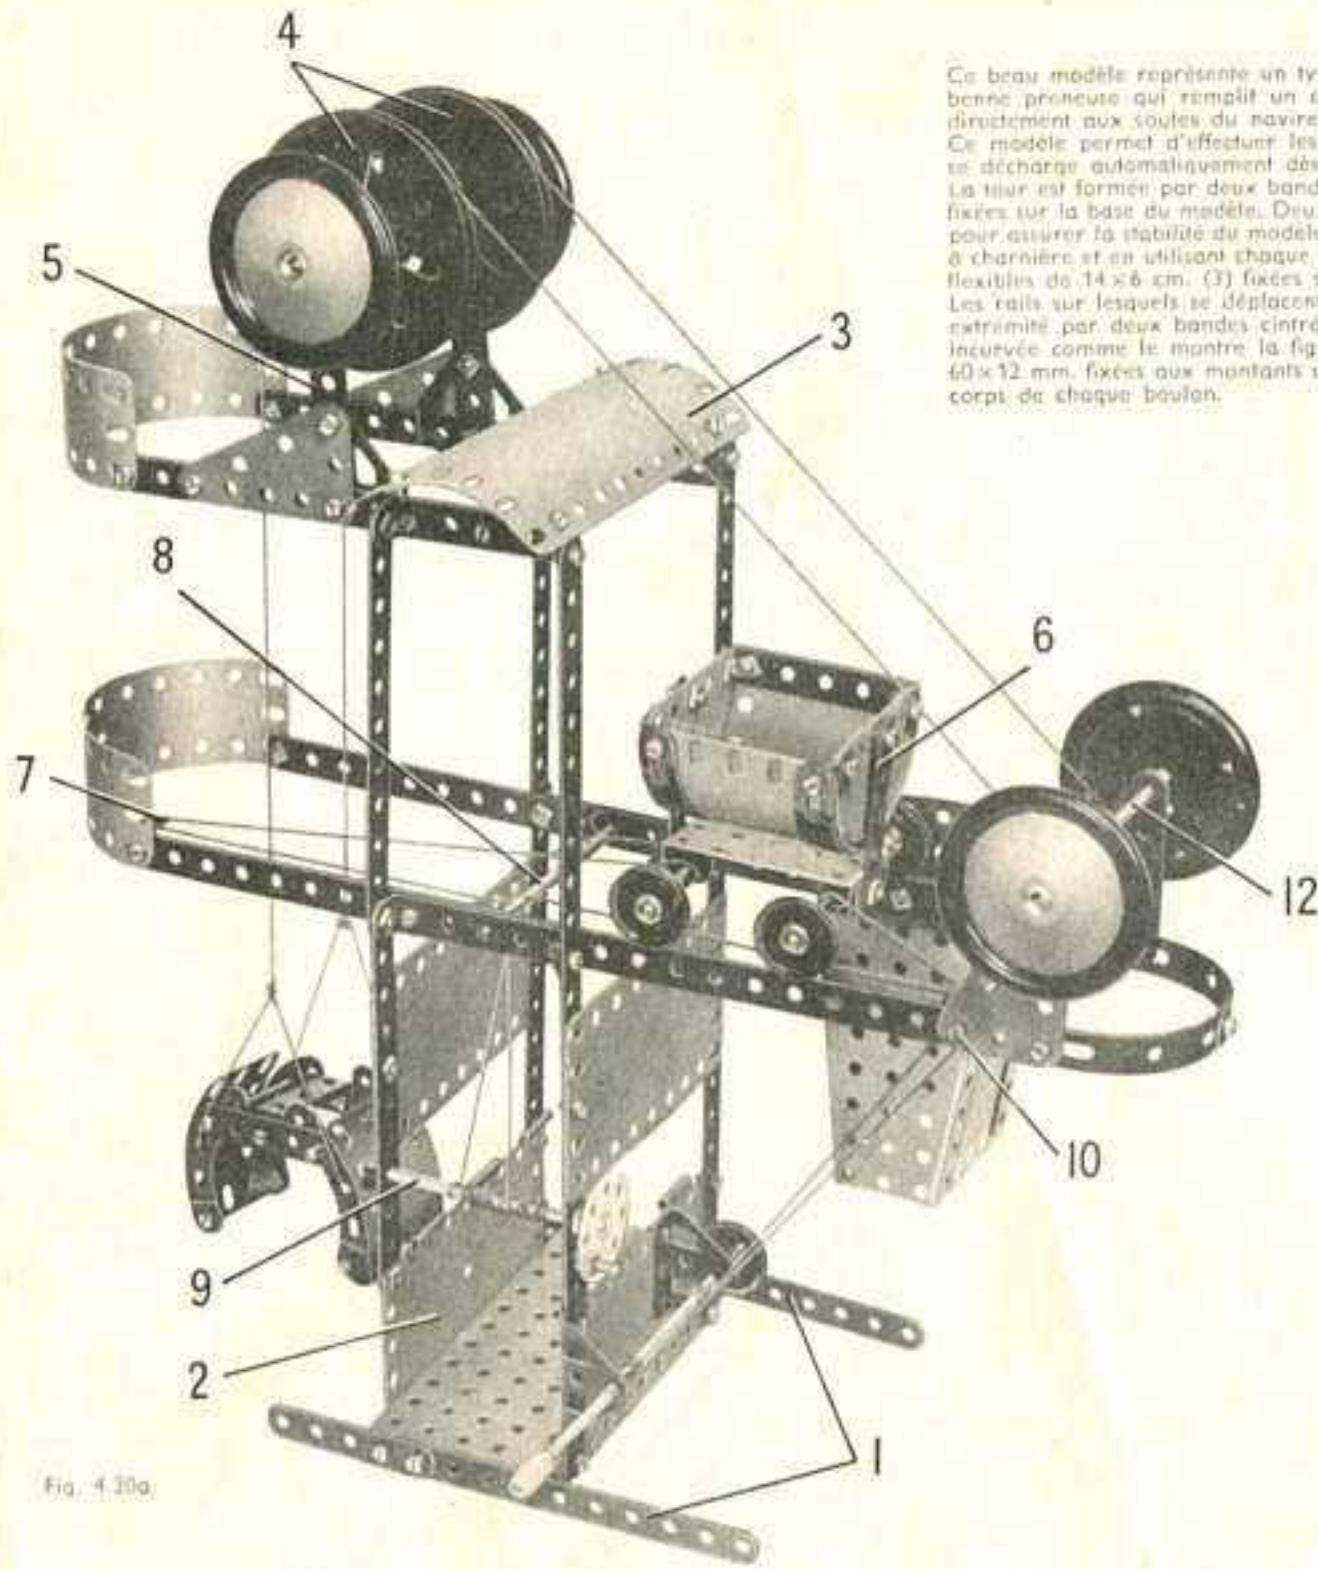

Fig. 4.30a
Le chariot est constitué par deux plaques cintrées de 43 mm. de rayon et deux plaques semi-circulaires réunies l'une à l'autre par des bandes coulées de 60 x 12 mm. Il pivote sur des boulons de 9,5 mm. fixés sur les bandes de 5 trous (6). L'un des côtés du chariot est tenu par deux bandes cintrées à glissière boulonnées sur les bords de la plaque cintrée comme le montre la figure 4.30a. La base du chariot est une plaque à rebords de 6 x 4 cm.; un support double boulonné au centre de chaque rebord servi de support aux tringles de 9 cm. qui portent des poulies de 25 mm.